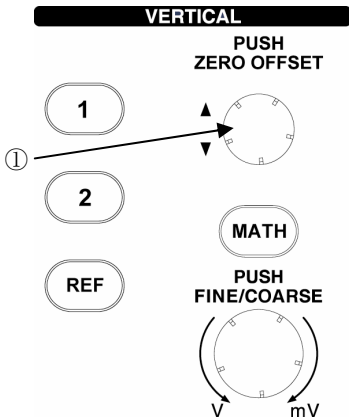

図 2.23 キー、ノブのレイアウト
- ① 図 2.23 で画面左下のオフセット電圧値が 0.00V になるように [OFFSET] ノブを時計回りに回し、CH1 のオフセットを 0.00V にします。